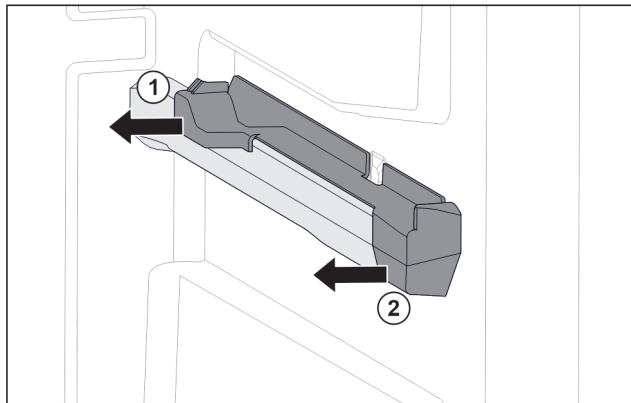

Fig. 73 Вставная часть на правом контейнерном ребре
- ▶ Отодвиньте вставную часть сзади в сторону. Fig. 73 (1)
- ▶ Отодвиньте вставную часть спереди в сторону. Fig. 73 (2)